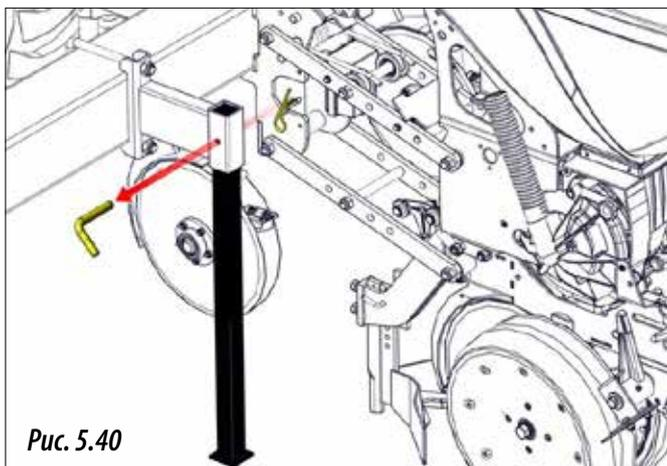

Рис. 5.40
- 2- Извлеките штифт и болт (рис. 5.40), чтобы высвободить ножку.